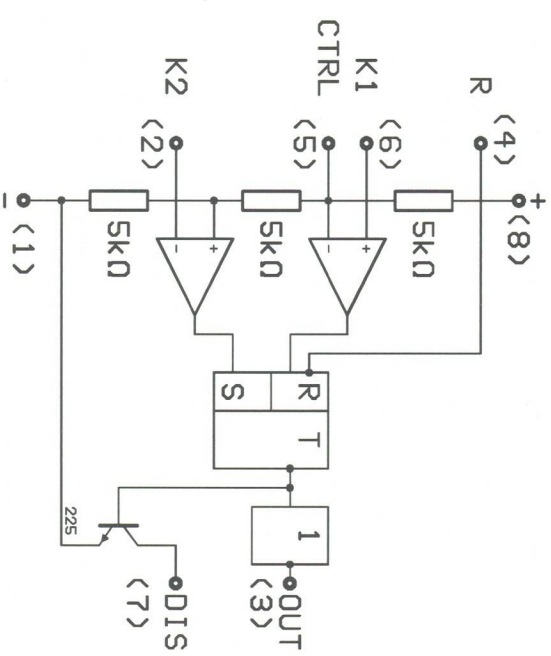

Bild 225. Ein Schaltkreis wird besichtigt: Innenleben des 555.
Schwellenspannungseingang (6) (nichtinvertierender Eingang des oberen Komparators, reagiert also ab 2/3 der Batteriespannung), K2 = Triggereingang (2) (invertierender Eingang des unteren Komparators, dessen nichtinvertierender Eingang intern über Widerstände auf 1/3 der Batteriespannung gelegt ist; reagiert also ab 1/3 der Batteriespannung). Bild 225 zeigt das zugehörige Innenleben. Manches wird dadurch leichter verständlich. Der Teiler aus dreimal 5 kΩ ist übrigens einer der wichtigsten Tricks im 555. Wie die Betriebsspannung auch liegt, stets reagieren die Komparatoren bei 1/3 bzw. 2/3 dieser Spannung. Das macht die meisten Anwendungen weitgehend von der Höhe der Betriebsspannung unabhängig.
Ein hilfreicher Blick in Bild 225 bestätigt uns: Der untere Komparator (K2) ist offensichtlich für den Bereich vom unteren Anschlag an zuständig. Erinnern wir uns an einiges von dem, was wir schon gelernt haben. Die Differenzspannung an den Eingängen von K2 (dem inneren, nichtinvertierenden am Teiler und dem herausgeführten, Anschluß Nr. 2) ist vorerst positiv, also auch sein Ausgang. Und damit ebenfalls der Setzeingang des Flip-Flop. Das Flip-Flop wird gesetzt, am Ausgang OUT erscheint eine hohe Spannung. Sie liegt knapp 1,5 V unter der Betriebsspannung. Daher leuchtet LED2. Steigt die Eingangsspannung über den vom Teiler festgehaltenen Vergleichswert für K2 (1/3 der Batteriespannung), wird S auf Minus gelegt. Da S und R aber nur auf hohe Spannung reagieren („positive Logik“), passiert vorerst nichts. Erst bei Überschreiten der Spannung an K1 (am nichtinvertierenden Eingang) die Vergleichsspannung am zweiten Teilwiderstand, und sein Ausgang schaltet den R-Eingang auf hohe Spannung. R auf hoher Spannung heißt rücksetzen. Ausgang OUT schaltet nach Minus durch, LED1 leuchtet auf. Beim Zurückdrehen kommen wir erst bei U/3 am Komparator 2 an den Punkt, wo dessen Ausgang das Flip-Flop wieder mit hoher Spannung setzt. Weiter siehe oben.
Wir halten fest: Laut Bild 225 ist der CTRL-Anschluß der Punkt, an dem der Teiler die Batteriespannung auf 2/3 teilt. Auf diesen Punkt bezieht sich K1. Die Hälfte dieser Spannung erscheint an K2 als Bezugsspannung. Wird die Spannung an CTRL von außen zwischen Plus und Minus geändert („kontrolliert“), wirkt sich das auf die Schaltschwellen aus. Der 555 kann also an vier Anschlüssen gesteuert werden. Auch das erklärt die Vielfalt seiner Anwendungen.
Ein gründlicher Blick auf Bild 225: Diesmal spielt der Entladeausgang DIS mit. Er schaltet nach Minus durch, sobald der